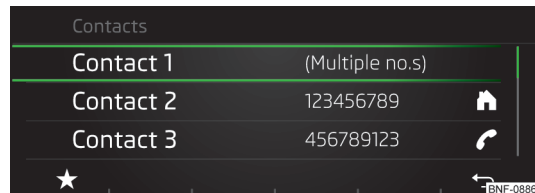

Fig. 110
► Premindo a tecla de função » Fig. 110 aparece um menu para memorizar o contacto preferido » Página 94, *Contactos preferidos (favoritos)*.